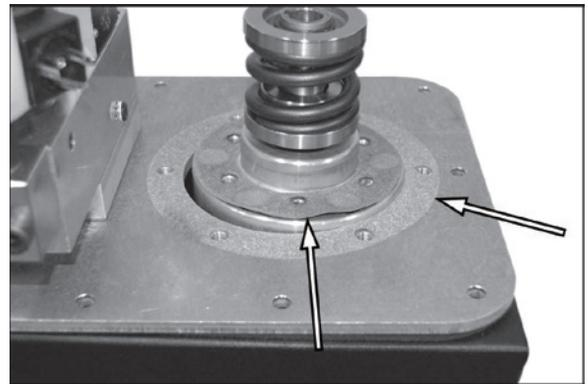

Figure 34.
3. Voir Figure 34. Enlevez le joint d'étanchéité et nettoyez sa surface.